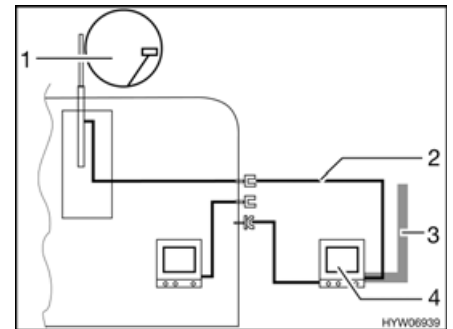

Bild 150 TV i förtältet
- TV i förtältet (Bild 150,4): Anslutning till takantenn (Bild 150,1) med anslutningskabel (Bild 150,2)
- TV i förtältet (Bild 150,4): Anslutning till extern antenn (Bild 150,3)